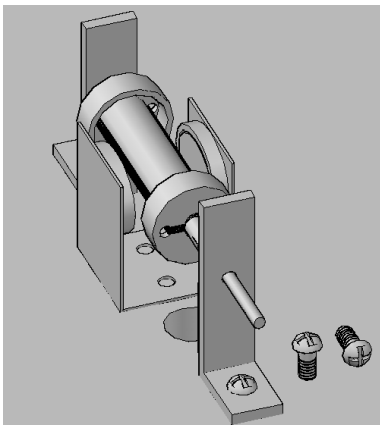

Figura 5.8. Colocación de la placa.
-Hecho lo anterior poner la placa con los imanes de neodimio. Centrándola y marcar donde se realizará la perforación para los dos tornillos (es recomendable poner los dos para evitar movimientos). Figura 5.8.